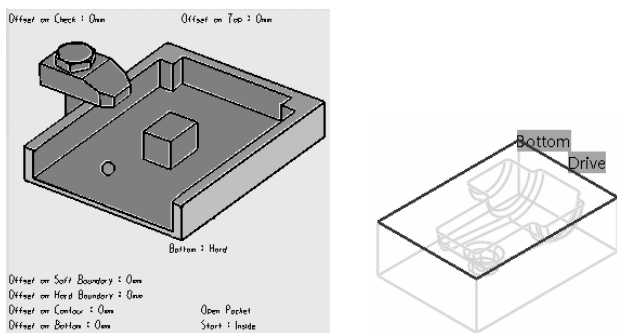

图 3-132 定义加工区域（8）
- 定义加工区域（8）。单击“Facing.1”对话框中的，切换到几何参数选项卡，单击对话框中的底面感应区，选择模型中的分型面作为加工对象，如图 3-132 所示，在空白处双击鼠标左键返回。